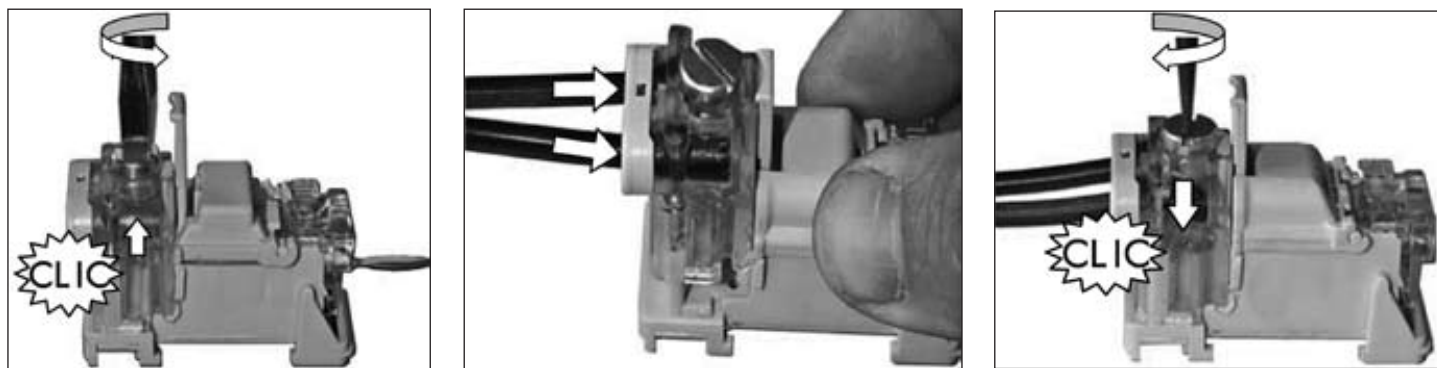

Рисунок 4.4 – Подключение жил кабеля с абонентской стороны модуля
4.2.3 Для подключения проводов к абонентской стороне модуля производства компании 3М поднять контактную платформу, для чего вывернуть отверткой винт привода контактной платформы (до щелчка). Ввести до упора пару жил провода в отверстия модуля. Завинтить до упора (до щелчка) прижимной винт контактной платформы (рисунок 4.4).